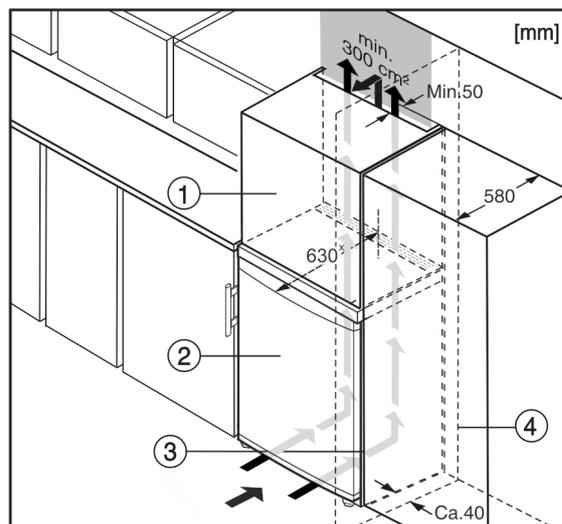

Fig. 5
Urządzenie może zostać obudowane szafkami kuchennymi. Aby dopasować urządzenie *Fig. 5 (2)* do wysokości ciągu szafek kuchennych, można nad urządzeniem umieścić szafkę nasadzaną *Fig. 5 (1)*.
W przypadku obudowania szafkami kuchennymi (głębokość maks. 580 mm) urządzenie można ustawić bezpośrednio obok szafki kuchennej *Fig. 5 (3)*. Urządzenie wystaje z boku o 34 mm \* i na środku urządzenia o 50 mm \* w stosunku do frontu szafek kuchennych.
Jeżeli urządzenie będzie ustawiane z zawiasami do ściany *Fig. 5 (4)*, to pomiędzy urządzeniem i ścianą należy zachować minimalny odstęp, wynoszący 40 mm. Na taką odległość wystaje klamka przy otwartych drzwiach.